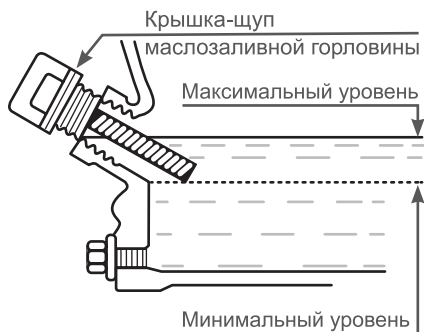

Рис. 8. Проверка уровня масла в картере
Максимальный уровень масла в картере соответствует нижней кромке заливного отверстия (Рис. 8).
7. Аккуратно извлеките щуп и осмотрите его. Уровень масла должен соответствовать верхней отметке на щупе. При недостаточном уровне масла в картере необходимо долить чистое масло до верхней отметки на щупе, что соответствует нижней кромке заливного отверстия (Рис. 8).
3. Залейте бензин в топливный бак при помощи специальной емкости или воронки до уровня, показанного на Рис. 8.